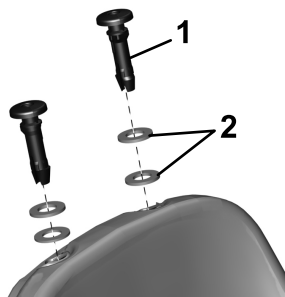

Figure 2
4. Insérez deux rondelles en caoutchouc sur la douille de rallonge de dossier (Figure 2).
1. Douille de rallonge de dossier (2)
5. Insérez une douille de rallonge de dossier dans chaque trou en haut du siège (Figure 2). Les broches à cliquet à l'intérieur des douilles doivent